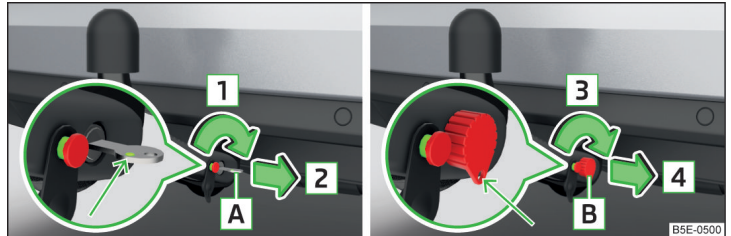

Abb. 300 Schloss verriegeln: Schlüsselvariante 1 / Schlüsselvariante 2
- Den Schlüssel **A** in Pfeilrichtung **1** drehen, sodass dessen grüne Markierung nach oben zeigt » Abb. 300.
- › Den Schlüssel **B** in Pfeilrichtung **3** drehen, sodass die Schlüsselöse nach unten zeigt » Abb. 300.